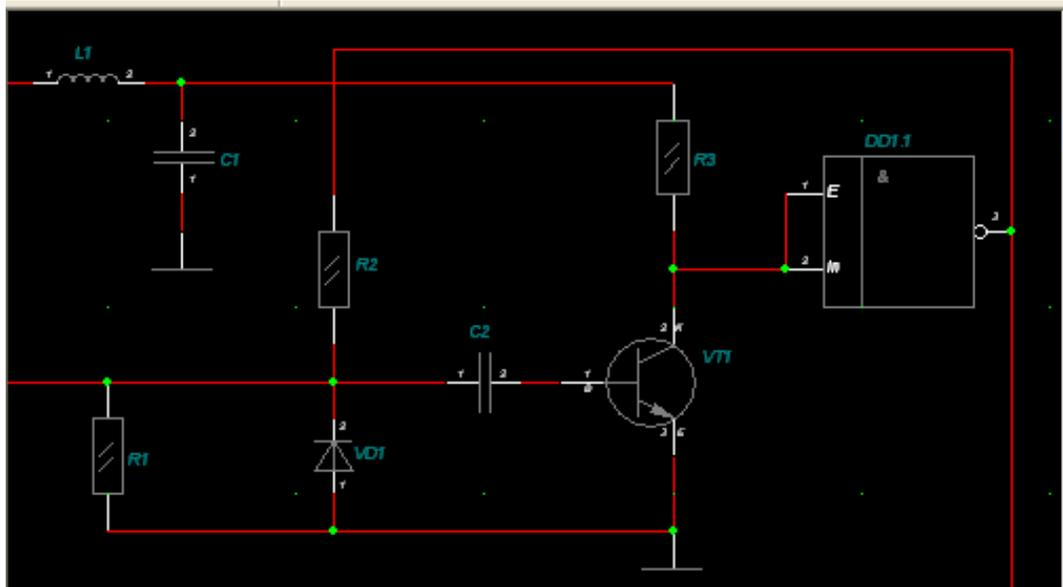

Рисунок 5.17 - Фрагмент 1 схемы электрической принципиальной учебного проекта
- Для проведения электрических цепей между выводами элементов учебного проекта следует выполнить команды **Place/Wire**  (Разместить проводник) и после этого сформировать электрические цепи (см. рис. 5.17 и 5.18) в соответствии с исходной схемой (рис. 5.1):